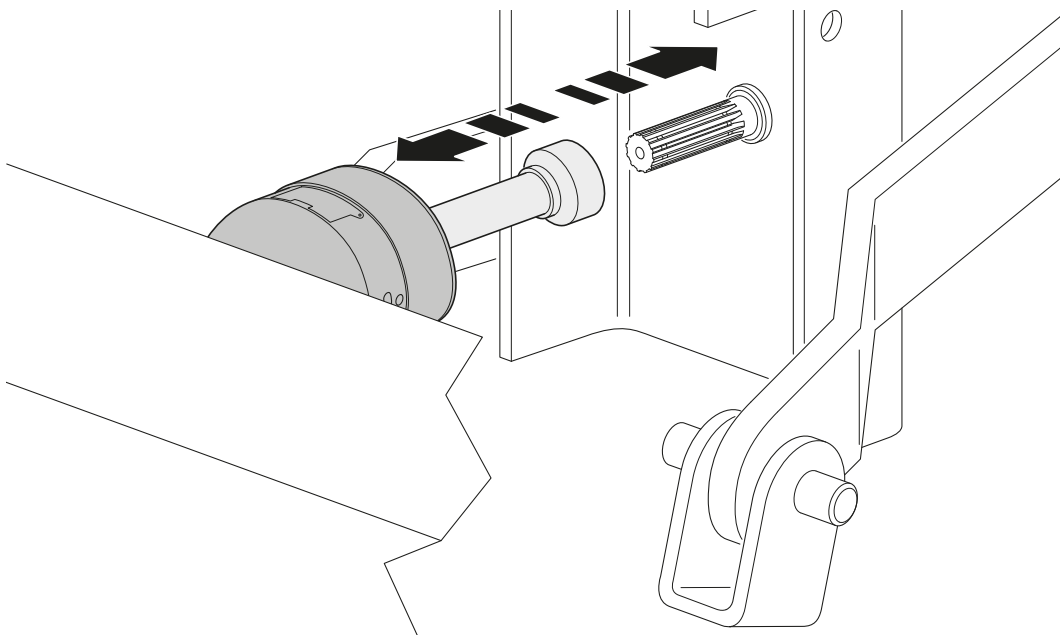

Fig. 6
Pour l'attelage, opérer de la façon suivante (voir la **Fig. 6**):
- Éteindre le tracteur et attacher le joint de cardan sur la prise de force de la **Épareuse** (**figure 6**);